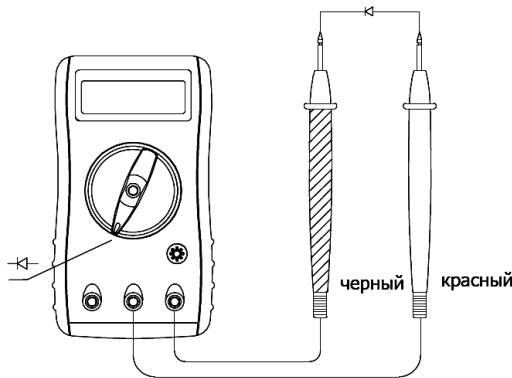

Рис.7
**Ф. Проверка диодов (рис.7)**